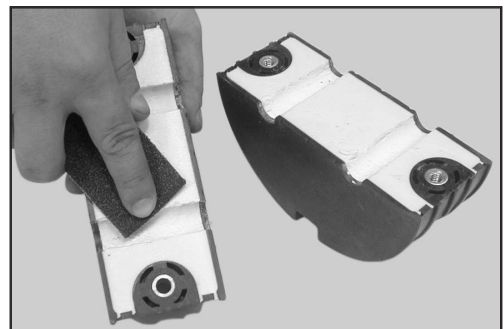

Figura 15
5.1 Lixe as bordas do plástico e da parte interna dos cabeçotes para eliminar cantos vivos. Lixe suavemente para não tirar material em excesso (figura 15).